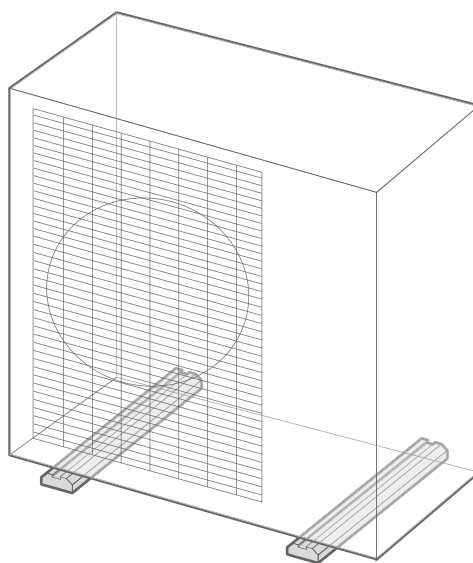

fig. 15 - Uitvoering met rubberen opstelbalk (optie)
- Het toestel moet volledig toegankelijk zijn voor verdere installatie- en onderhoudswerkzaamheden (afb. 15, blz. 17).